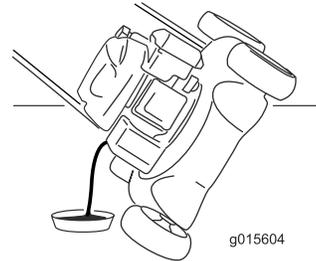

Figura 26
5. Coloque la máquina de lado con la varilla de aceite hacia abajo para drenar el aceite usado a través del tubo de llenado de aceite (Figura 26).